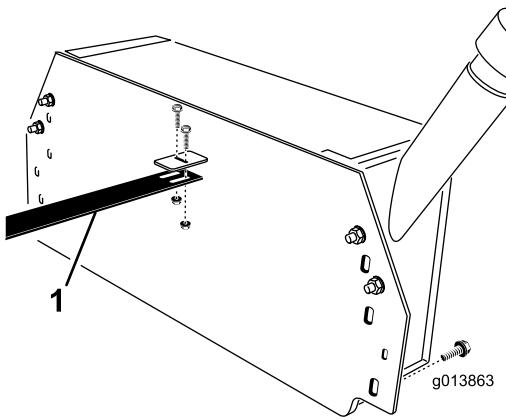

Figura 9
31. Utilizando dois parafusos ($\frac{1}{4} \times \frac{3}{4}$ pol.) e porcas de bloqueio flangeadas, ligue o guia de tubos ao suporte no depósito hidráulico (Figura 9).